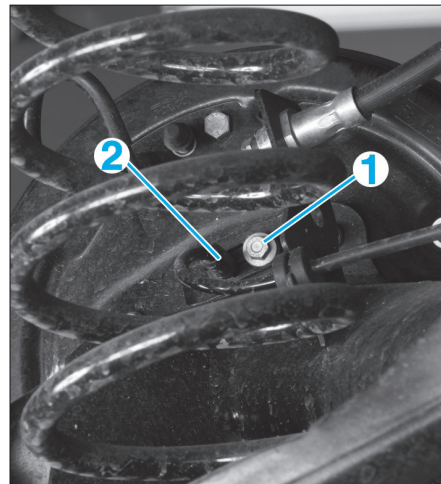

Fig. 24
- Déposer la vis (1) puis le capteur de roue (2) (Fig.24).